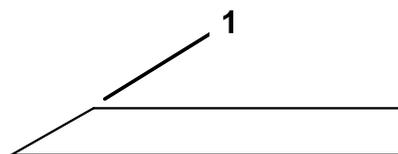

Рисунок 40
- Заточите напильником режущую кромку на обоих концах ножа (Рисунок 40).